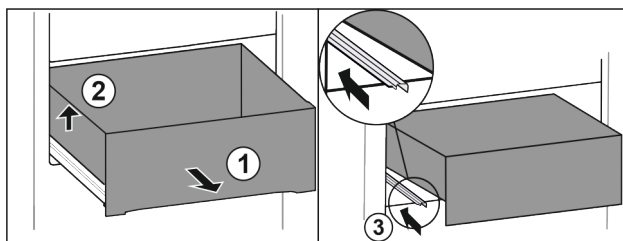

Fig. 89
- Trekk ut skuffen til anslag. Fig. 89 (1)
- Løft skuffen til venstre. Fig. 89 (2)
- Skyv inn venstre skinne. Fig. 89 (3)